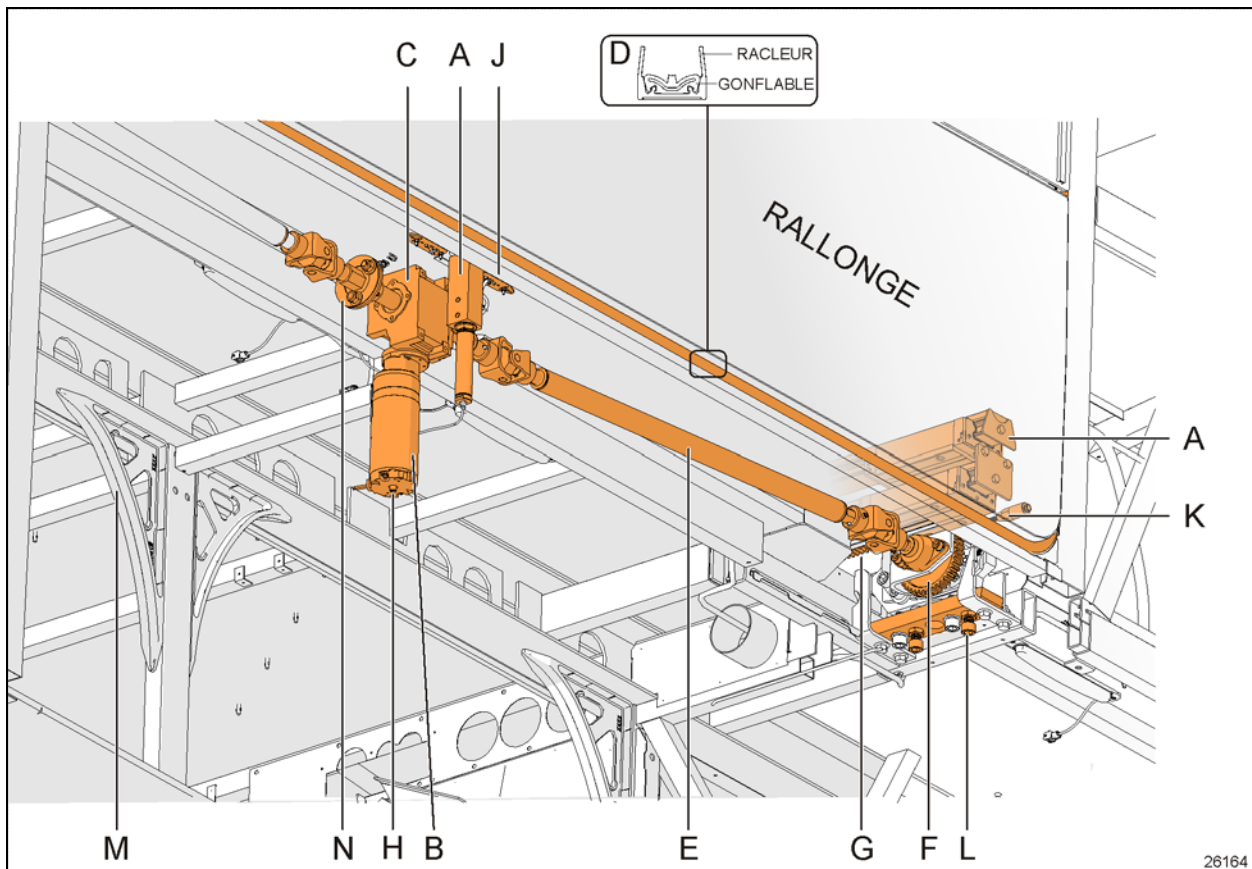

FIGURE 2: APERÇU DU MÉCANISME TYPIQUE
Se rapporter à la Figure 2. Chaque extension est déplacée vers l'intérieur et l'extérieur sur des rails qui reposent sur des paliers linéaires superposés, (A). L'énergie provient d'un moteur électrique (B). Il est orienté verticalement ou horizontalement. Le moteur entraîne un réducteur de vitesse à angle droit (C).